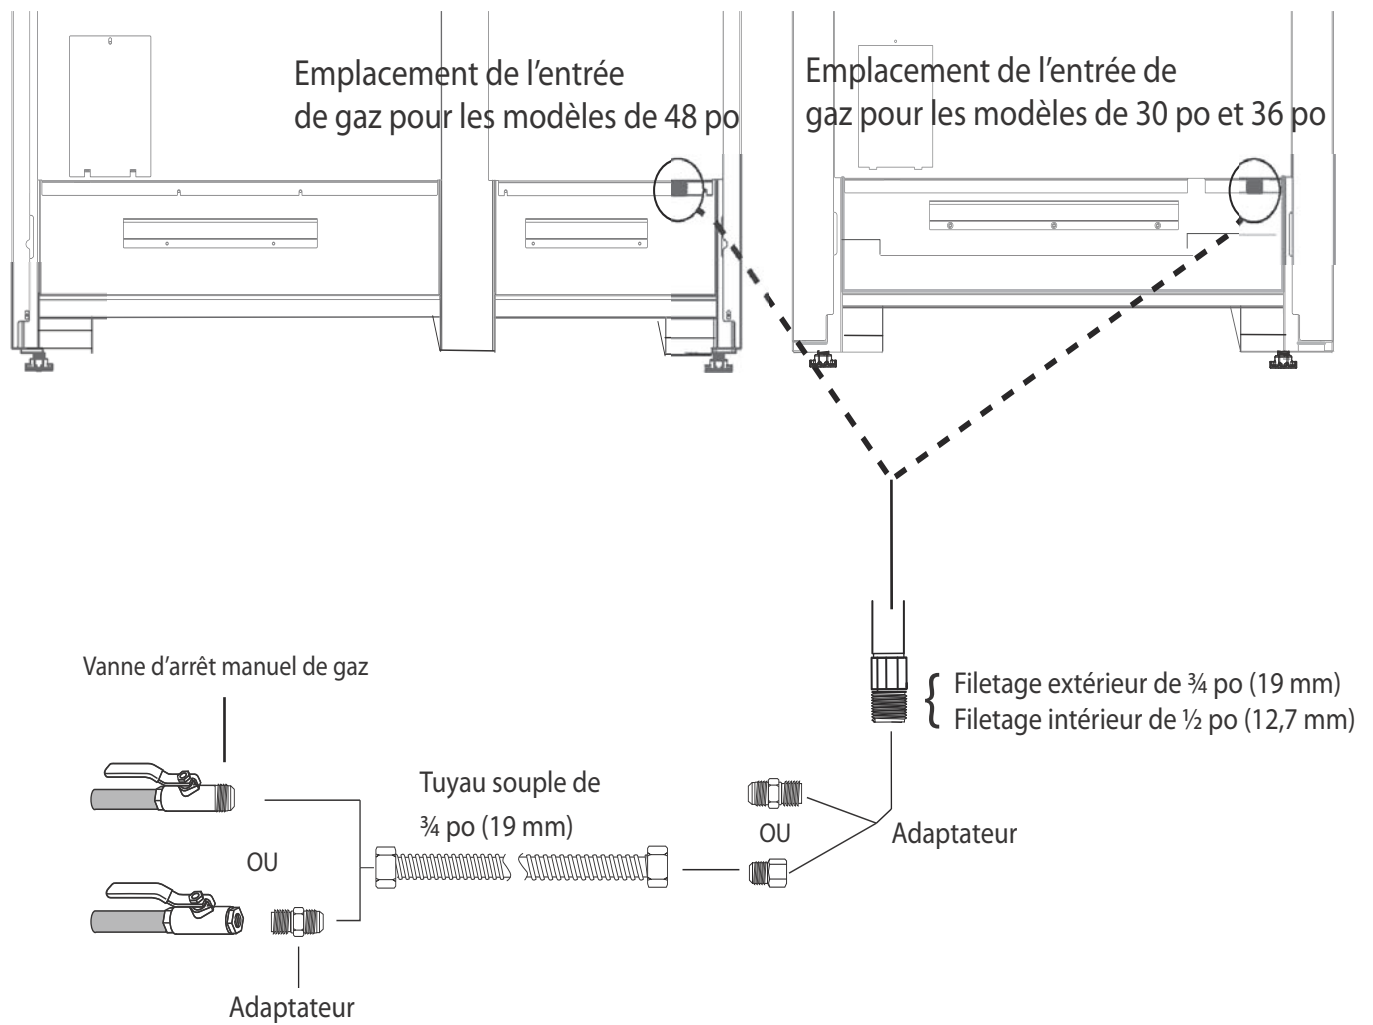

Figure 9 : Raccordement à l'approvisionnement de gaz
2. Utilisez un raccord à gaz souple de 3/4" entre l'alimentation en gaz et le tuyau d'arrivée de gaz de l'appareil. Le tuyau d'arrivée de gaz de toutes les cuisinières est situé en bas à droite. (Voir *Figure 9*). Le tuyau d'arrivée de gaz de l'appareil est de type NPT 1/2".